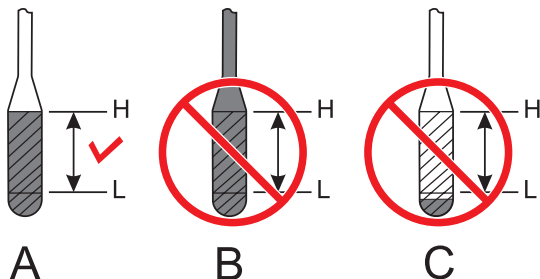

Figure 28. Jauge d'huile moteur
3. Remettez la jauge en place, puis retirez la jauge de son support. Vérifiez le niveau d'huile indiqué sur la jauge (Figure 28).